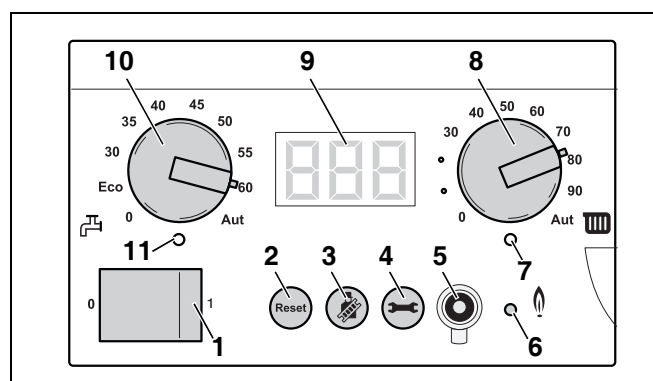

Fig. 91 Basiscontroller BC10
- Med drejeknappen "Indstilling af varmtvandstemperatur" (fig. 91, pos. 10) fastsættes den ønskede temperatur for det varme vand i varmtvandsbeholderen (se tab. 17).
- Sluk for varmeanlægget på panelafbryderen på BC10 (fig. 91, pos. 1). Derved kobles brænderen også fra automatisk.
- Sluk for varmeanlægget på BC10's panelafbryder (fig. 91).